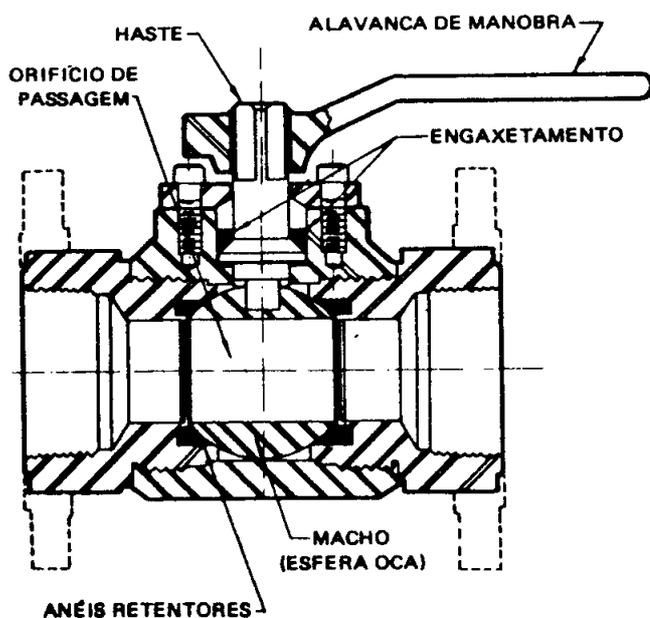

Fig. 21 - Válvula de esfera
1. *Válvulas de esfera* - O macho nessas válvulas é uma esfera que gira sobre um diâmetro, deslizando entre anéis retentores de material resiliente não-metálico, tornando a vedação absolutamente estanque (Fig. 21). As vantagens das válvulas de esfera sobre as de gaveta são o menor tamanho, peso e custo, melhor vedação, maior facilidade de operação e menor perda de carga. Essas válvulas são também melhores para fluidos que tendem a deixar depósitos sólidos, por arraste, polimerização, coagulação etc.: A superfície interna lisa da válvula dificulta a formação desses depósitos, enquanto que, para a válvula de gaveta, o depósito pode impedir o fechamento completo ou a própria movimentação da gaveta. Algumas válvulas de esfera são "à prova de fogo", com dispositivos especiais de dupla sede garantindo perfeita vedação, mesmo no caso de destruição dos anéis retentores, estando a válvula envolvida por um incêndio.